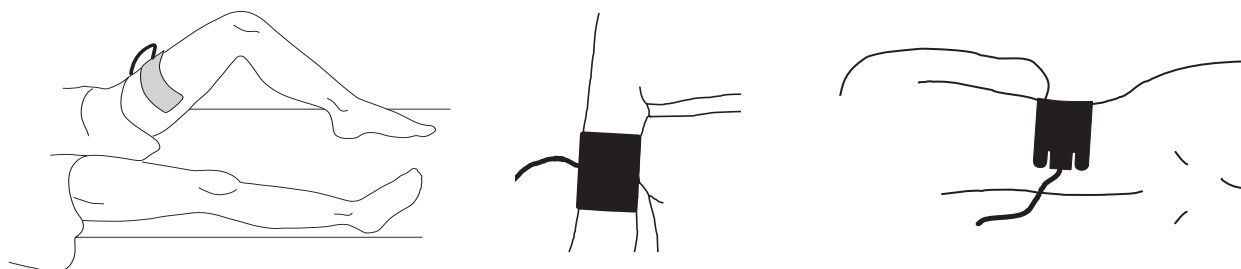

Bild 5. Placering av neutralelektrod
4. Förbered patienten för att genomföra operationen och placera neutralelektroden på patienten så nära operationsstället som möjligt. Välj placering på ett ställe med god vaskularisering och som är lätt att inspektera. För att erhålla optimal vidhäftning, tillse att stället är rent, torrt och utan hårväxt. Bild 5 visar tre möjliga placeringar av neutralelektroden. Alternativet längst till vänster med placering på lårets insida är vanligast för slyngdiatermikonisering (LETZ).